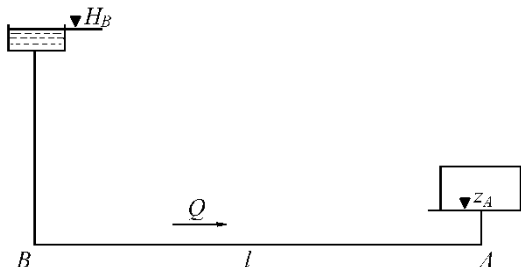

Рис. 2
3. Определить диаметр трубопровода для подачи 15 л/с воды от водонапорной башни B до предприятия A (рис. 2) при длине трубопровода $l = 1000$ м, отметке уровня воды в башне $H_B = 32$ м, геодезической отметке в конце трубопровода $z_A = 2$ м и свободном напоре $H_{св} \geq 12$ м, если трубы: а) стальные; б) полиэтиленовые; в) асбестоцементные.